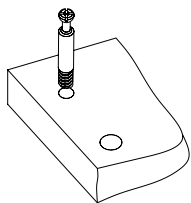

Рис.2
- Вкрутить шпильки минификсов в соответствующие плоскостные отверстия столешницы 1 (Рис.2).